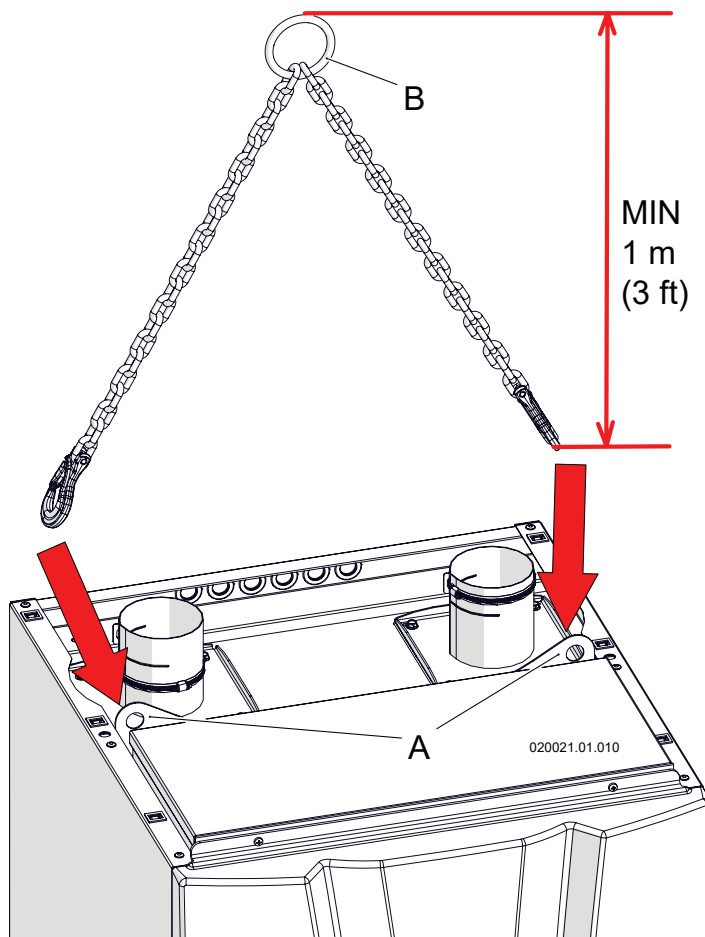

Figura 6-4 - Corretto sollevamento dell'apparecchio
Per praticità di installazione è presente una staffa (particolare "A" di Figura 6-4), che permette il sollevamento dell'apparecchio.
- 4.-smontare la copertura superiore (capitolo 13.3) per accedere alla staffa "A" (Figura 6-4);
- 5.-agganciare le funi di sollevamento "B" come da Figura 6-4, sollevare l'apparecchio dal bancale e posizionarlo nel luogo previsto;
- 7.-posizionato correttamente l'apparecchio, prima di applicare la copertura superiore, occorre rimuovere le funi di sollevamento (particolare "B" di Figura 6-4).